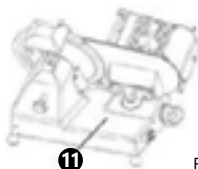

Fig. 9
- Nettoyez le plateau des produits à couper (11) et le boîtier de l'appareil avec un chiffon doux et humide en utilisant un détergent neutre, puis séchez-les soigneusement (Fig. 9).